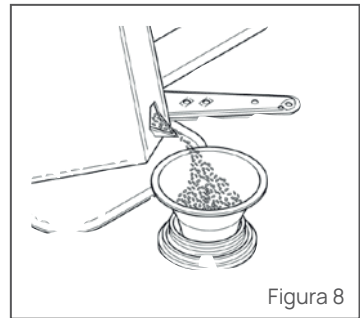

Figura 8
- Utilizando el embudo provisto para ello, llénelo con sal específica para lavavajillas, durante esta operación saldrá un poco de agua, aún así continúe echando sal hasta llenarlo (Figura 8).